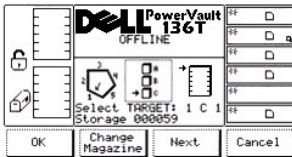

Figure 36. Command > Move > Position Picker > Dialogue Change Magazine
- 1 Si la touche de fonction **Next** est enfoncée, le paramètre de la source active passe de column à magazine et le dialogue Change Magazine s'affiche. Reportez-vous à la Figure 36.